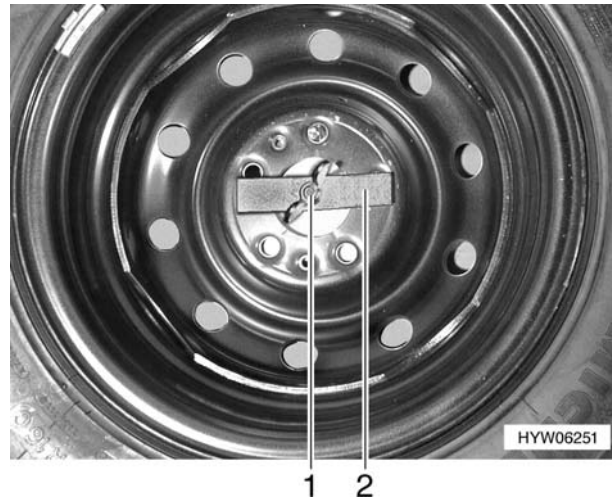

Bild 186 Ersatzrad im Heckstauraum
- Flügelmutter (Bild 186,1) von Hand lösen und abschrauben.
- Druckstück (Bild 186,2) abnehmen.